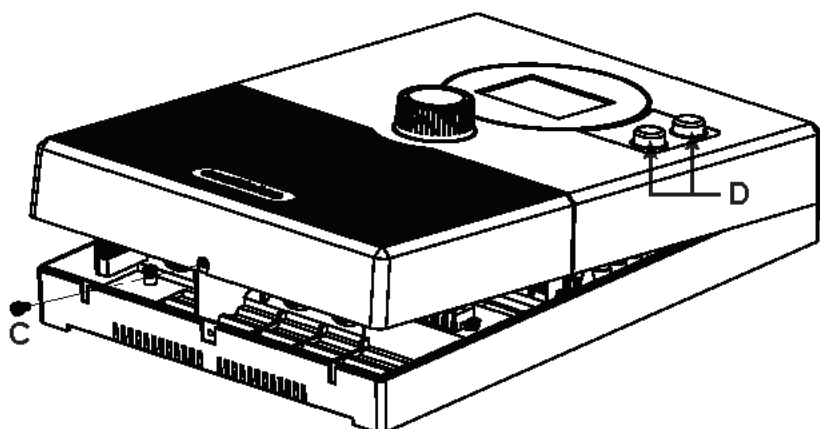

**Fig. 2 Retrait du couvercle du boîtier**
2. Enlevez avec un tournevis la vis de boîtier **C** et séparez le couvercle du boîtier de la partie inférieure en le soulevant (voir **Fig. 2**).